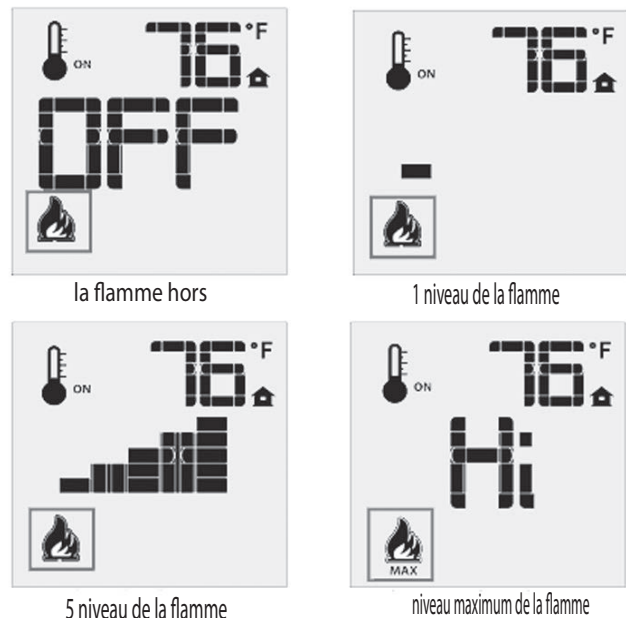

Figure 12: Les niveaux de flamme de la télécommande
Le Proflame 2 GTMF dispose de six (6) niveaux de flamme. Avec le système, et le niveau de la flamme au maximum dans l'appareil, appuyez sur la touche flèche bas sera de réduire la hauteur de la flamme d'un niveau jusqu'à ce que la flamme est éteinte. La clé de la flèche va augmenter la hauteur de la flamme chaque fois qu'il est pressé. Si la clé de la flèche est enfoncée alors que le système est allumé, mais la flamme est éteinte, la flamme s'allume en position haute (voir la figure 12). Un seul «bip» confirmera la réception de la commande.